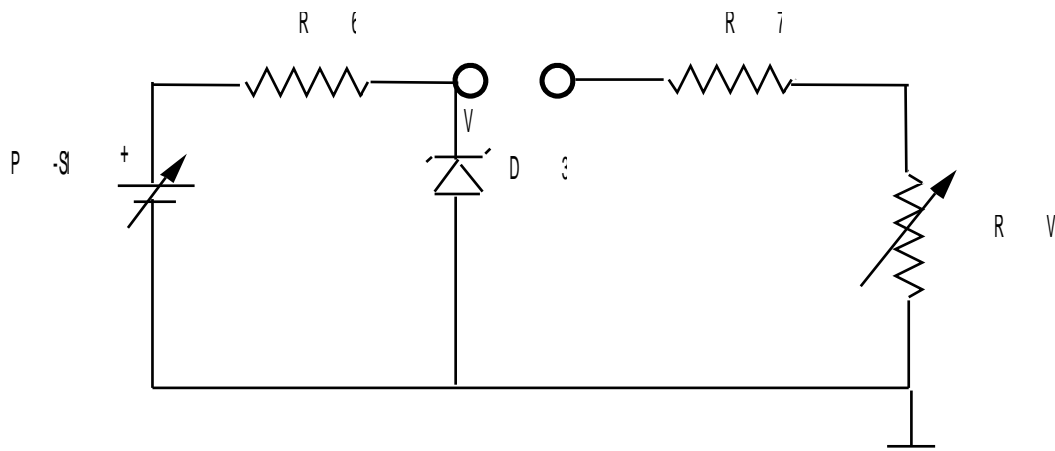

Figure 1.6 :  $R_6 = 150 \, \Omega$  et  $R_7 = 100 \, \Omega$
- a. Repérez le montage suivant sur le circuit imprimé et connectez-le suivant la figure 1.6 (PS-1 est l'alimentation continue de la station EB-2000 ou une alimentation indépendante).